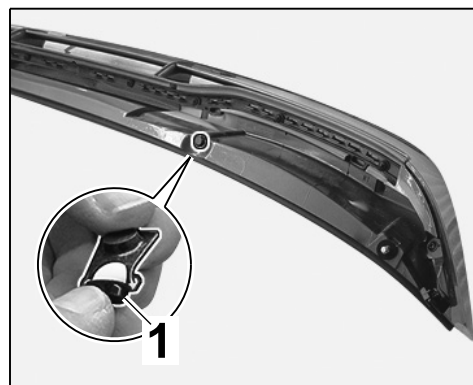

Рис. 19
- 9.3 Удалить защитные пленки с буферов ⇒ *Рис. 19 -1-* и установить буфер справа и слева на нижней части заднего спойлера.